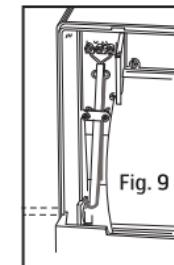
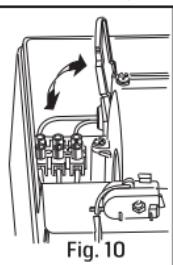

Fig. 9
Fig. 10
5. Elektrisk tilslutning skal udføres af en autoriseret installatør iht. til koblingsskema, fig 3a/3b. Tilslutning sker i rækkeklemmen på ventilatorens bagplade, fig 10. Strømforsyningsskablen føres ind i hullet på bagsiden, fig. 9, eller ind fra siden ved samme hul, hvor plasten er tyndere til hulskæring.